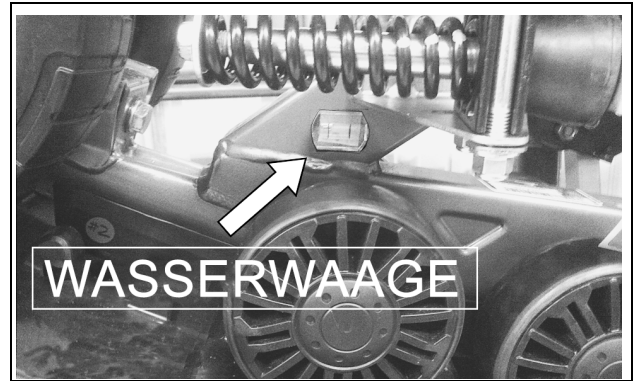

Abbildung 5
- An der Innenseite des vorderen Rahmens ist eine Wasserwaage angebracht. Eine exakt ausgerichtete Wasserwaage wird benötigt, um den Anstellwinkel richtig einzustellen. Siehe Abbildung 5.